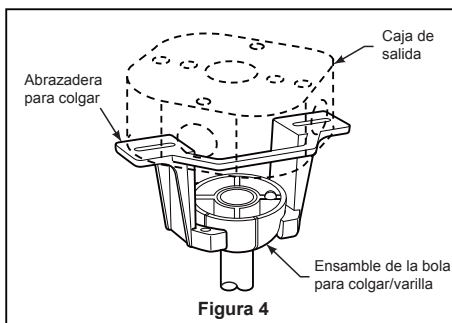

Figura 4
- ☐ 4. Afloje los dos tornillos de fijación del soporte del barral de soporte para techo a través de la varilla. Introduzca los cables de color negro/blanco (o marrón), azul, rojo, gris, amarillo cables a través de la varilla. (Figura 4)
3. Realice las conexiones de cables al bloque del terminal como se muestra en la Figura 4.
Instale la cubierta del cable del kit de iluminación en la ensamble de la placa de iluminación usando las dos ranuras con clave. Sustituya el tornillo extraído y fije bien los tres tornillos. (Figura 4)
- ☐ 4. Para que el ventilador sea funcional, instale las pila (incluidas) de 3V en el transmisor del mando a distancia. Mientras el ventilador esté apagado. A continuación, siga el proceso de fijación remota de código. Si no se utiliza el ventilador durante un largo periodo de tiempo, extraiga la batería para evitar cualquier daño al transmisor. Almacene el mando a distancia en un lugar alejado del calor o la humedad excesiva. (Figura 4)